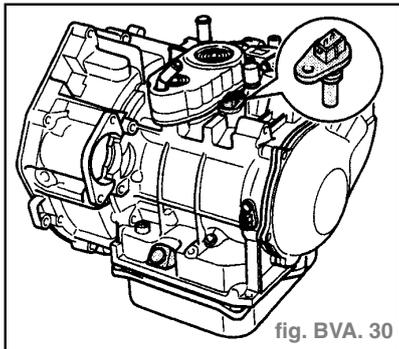

fig. BVA. 30
- Emplacement de montage : le transmetteur de régime de la boîte de vitesses se trouve sur le dessus de la boîte de vitesses. (fig. BVA. 30)